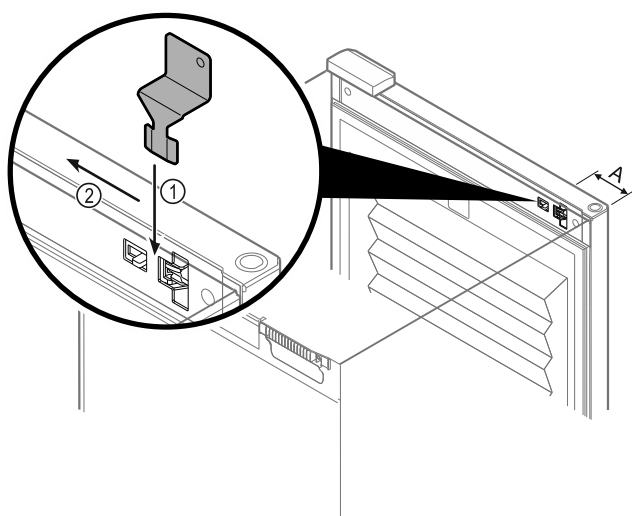

Fig. 106
- ▶ A vészkireteszelő kulcsot a megadott helyen helyezze el Fig. 106 (A) ≈ 100 mm.
- ▶ Dugja be ütközésig a vészkireteszelő kulcsot fentről az ajtó és a készüléktest közé Fig. 106 (1).
- ▶ Húzza a vészkireteszelő kulcsot a zsanéroltal felé Fig. 106 (2).